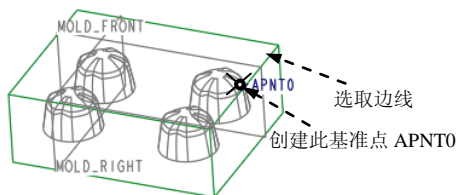
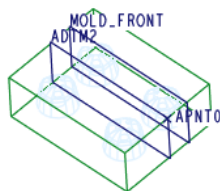

图 22.6 创建基准点 APNT0
图 22.7 创建基准平面 ADTM2
(1) 创建图 22.6 所示的基准点 APNT0。
① 单击 **模具** 功能选项卡 **基准** 区域中的 按钮。
- ② 在图 22.6 中选取坯料的边线。
- ③ 在“基准点”对话框中，先选择基准点的定位方式 **比率**，然后在左边的文本框中输入基准点的定位数值（比率系数）0.5。
- ④ 在“基准点”对话框中单击 **确定** 按钮。
- (2) 穿过基准点 APNT0，创建图 22.7 所示的基准平面 ADTM2。操作过程如下。
- ① 单击 **模型** 功能选项卡 **基准** 区域中的“平面”按钮 .
- ② 选取基准点 APNT0。
- ③ 按住 Ctrl 键，选择 MOLD_FRONT 基准平面。
- ④ 在“基准平面”对话框中单击 **确定** 按钮。